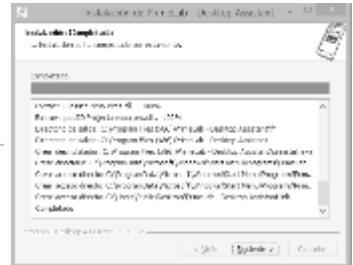

Imagen 5
6) A continuación se muestra el proceso de instalación. Esto puede durar varios minutos. Al finalizar la instalación aparece “Instalación terminada”. Confirme la conclusión de la instalación haciendo clic en “Siguiente” (Imagen 5).